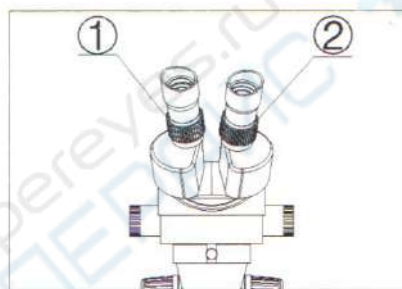

Рисунок 3
5. Посмотрите в правый окуляр. Если изображение расплывчатое, крутите регулятор (2), пока изображение образца не станет чётким (см. рисунок 3).
7. Выкрутите ручку на максимум. Посмотрите в левый окуляр. Если изображение расплывчатое, крутите левую ручку (1) до тех пор, пока изображение не станет чётким (см. рисунок 3).